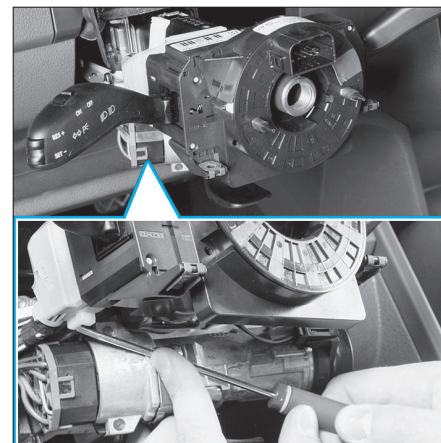

Fig. 6
- Pousser le verrouillage du connecteur et débrancher le du commodo (Fig.6).